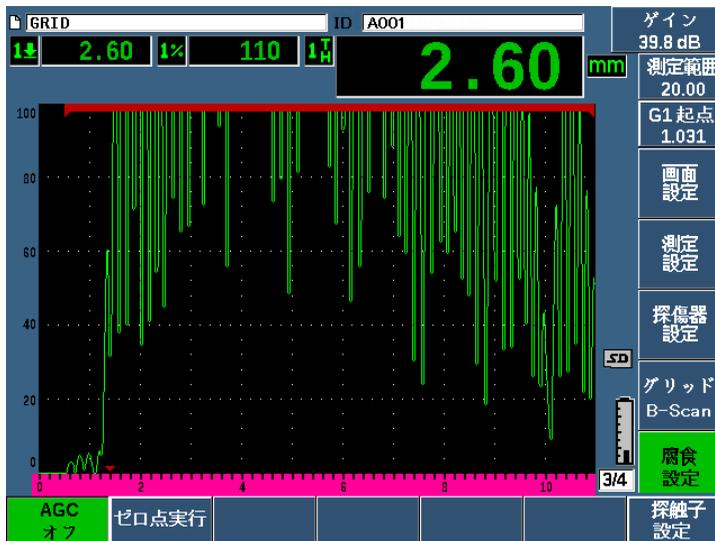

図 11-40 オフに設定された腐食検査用モジュール AGC
2. ノブまたは矢印キーで、AGC をオフに設定します (286 ページの図 11-40 参照)。
3. **ゲイン** を押し、パラメータキー (P1-P7) を押し、ゲインレンジを設定します。そしてノブまたは矢印キーでゲイン値を調整します (286 ページの図 11-40 参照)。